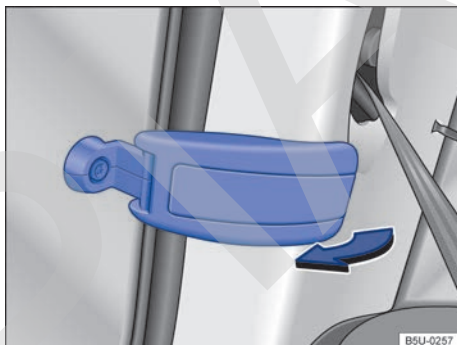

Fig. 63 Abrir la luneta abatible.
- Tirar de la palanca de bloqueo de la luneta en el sentido de la flecha → fig. 63.